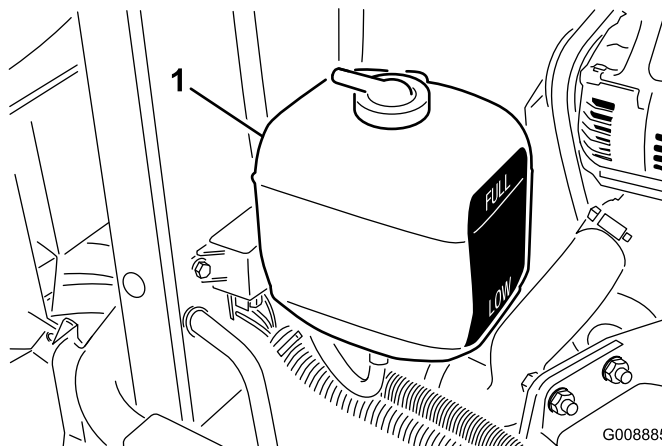

図 28
1. 補助タンクの冷却水量を点検する（図 28）。エンジンが冷えた状態で、タンク側面についている 2 本の線の間にあれば適切である。